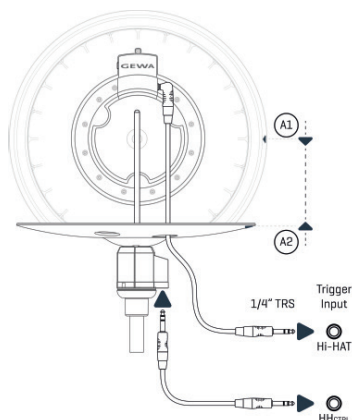

Figura 4
- 1 Pegue o prato superior (C) e conecte o cabo estéreo (angular – angular) à tomada mais próxima ao orifício médio. (Ver Figura 4).
- 5 Conecte o plugue reto do cabo estéreo do controlador ao controlador do Hi-Hat como é mostrado na Figura 4.
- 6 Conecte ambos os cabos às entradas correspondentes de disparo do console da bateria como é mostrado na Figura 4.